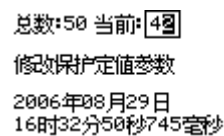

图 5-11 操作记录示例
⑤ 操作记录：查看本地操作、参数修改等记录信息。示例如图 5-11 所示界面。